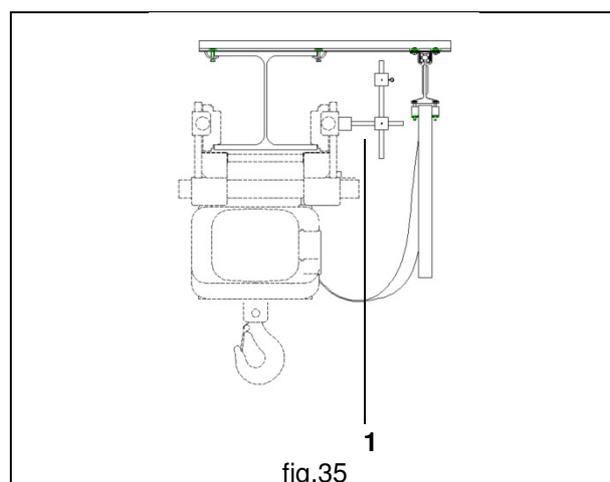

fig.35
8. Montar en el carro porta polipasto el brazo de arrastre con elástico **1**, situado siempre en el lado de los canales porta cables festoons. (fig.35).